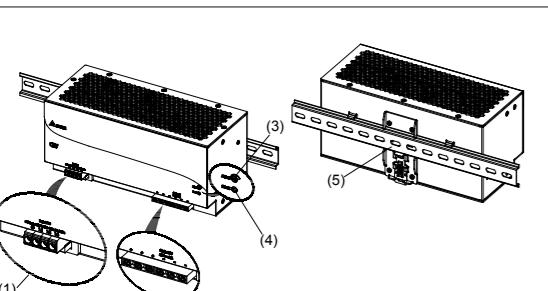
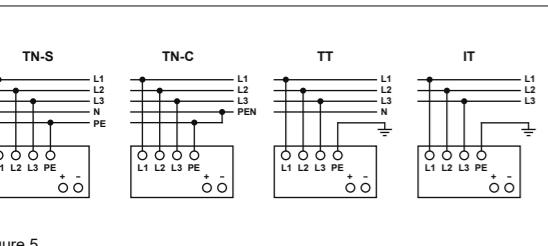

Figure 1
Figure 5
**5.1. Anschluss der Eingangsklemmen (Abb. 1, Abb. 5)**
Verwenden Sie die Eingangsklemmen L1, L2, L3 und PE (Schutzleiter), um den 3-phasigen 400-500Vac-Anschluss herzustellen. Abb. 5 zeigt den Anschluss an die unterschiedlichen Netztypen (Zur Optimierung des EMV-Verhaltens empfehlen wir die Verwendung eines vierdrigen Eingangskabels).
**5.2. Anschluss der Ausgangsklemmen (Abb. 1 (2))**
Verwenden Sie die Schraubklemmen „+“ und „-“, um den 24Vdc-Anschluss herzustellen. Am Ausgang stehen 24Vdc zur Verfügung. Die Ausgangsspannung kann am Potentiometer zwischen 24 und 28Vdc eingestellt werden. Die grüne LED „DC OK“ zeigt die korrekte Funktion des Ausgangs an (Abb. 1 (4)). Das Gerät verfügt über einen Kurzschluss-, Überlast- und Überspannungsschutz, der auf 35Vdc begrenzt ist.